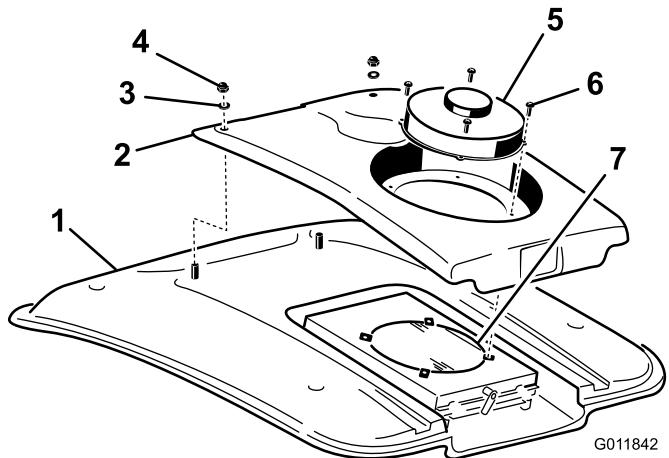

Figure 103
2. Retirez les (4) vis qui fixent le ventilateur et le couvercle du condenseur au support du ventilateur (Figure 103).
4. Retirez les deux écrous et rondelles qui fixent l'avant du couvercle du condenseur au toit de la cabine (Figure 103).
8. Nettoyez soigneusement le condenseur à l'air comprimé (Figure 103).